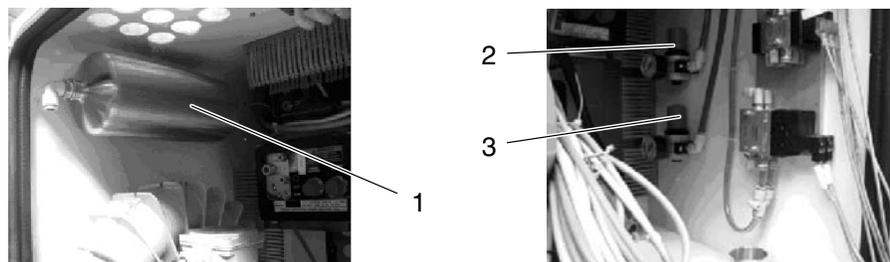

Fig. 2-7
Ce régulateur de pression (2, fig. 2-7) sert à régler la pression d'entrée du contrôleur de dépose *Vantage* qui alimente les pistolets avec leurs pompes à poudre.
Ce régulateur de pression (3, fig. 2-7) sert à régler la pression d'entrée de l'accumulateur de pression (1) et la buse qui souffle de l'air comprimé sur la toile de la cassette filtrante.
La vanne à levier / l'électrovanne permet de basculer du mode asservi au mode manuel. En mode manuel, la pression d'entrée est réglée à l'aide du régulateur de pression *Contrôleur de dépose* (2, fig. 2-7).